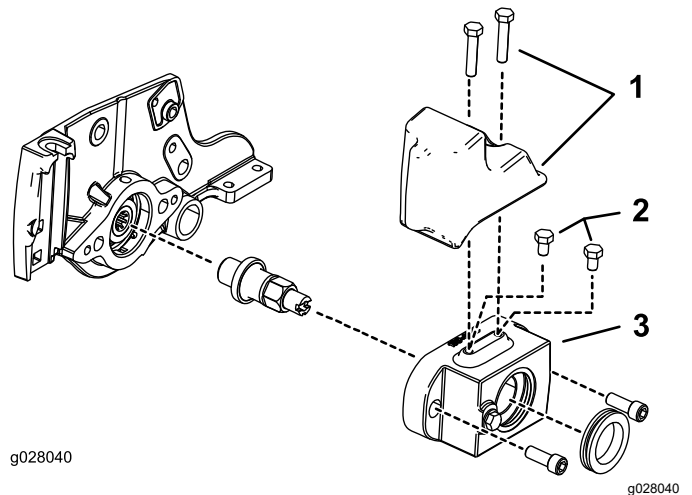

Bild 5
- 12,7-cm-Hydraulikspindelmotor: Bringen Sie zwei Schrauben (5/16"-18 x 1/2") über dem Rollenbürstengehäuse an (Bild 5).
- 12,7-cm-Elektrospindelmotor: Montieren Sie den Endballast mit zwei Schrauben (5/16"-18 x 1 1/2") über dem Rollenbürstengehäuse (Bild 5).